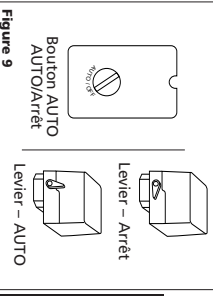

Figure 9
- Tournez le levier ou le bouton du manostat à la position **AUTO** et faites fonctionner l'appareil pendant 30 minutes pour rodier les pièces de la pompe (reportez-vous à la figure 9).